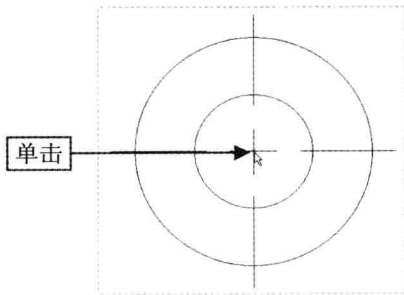

图 2-10 单击鼠标左键
Step 03 在绘图区中的圆心点上单击鼠标左键, 如图 2-10 所示。